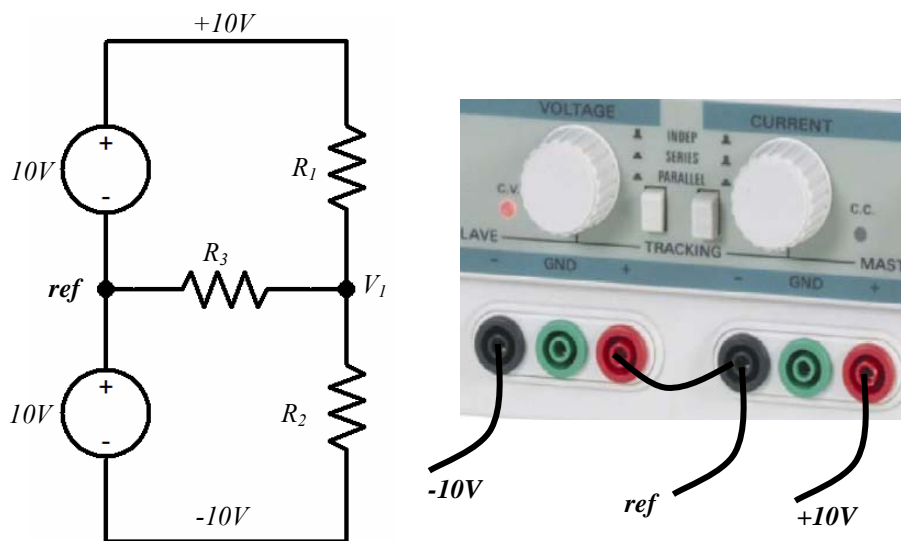

Fig. 5.4
c) Monte agora o circuito da fig. 5.4 com $R_1 = 10K\Omega$, $R_2 = 6.8K\Omega$ e $R_3 = 4.7K\Omega$. As duas fontes de tensão de $10V$ representadas são as secções *master* e *slave* da fonte da sua bancada.